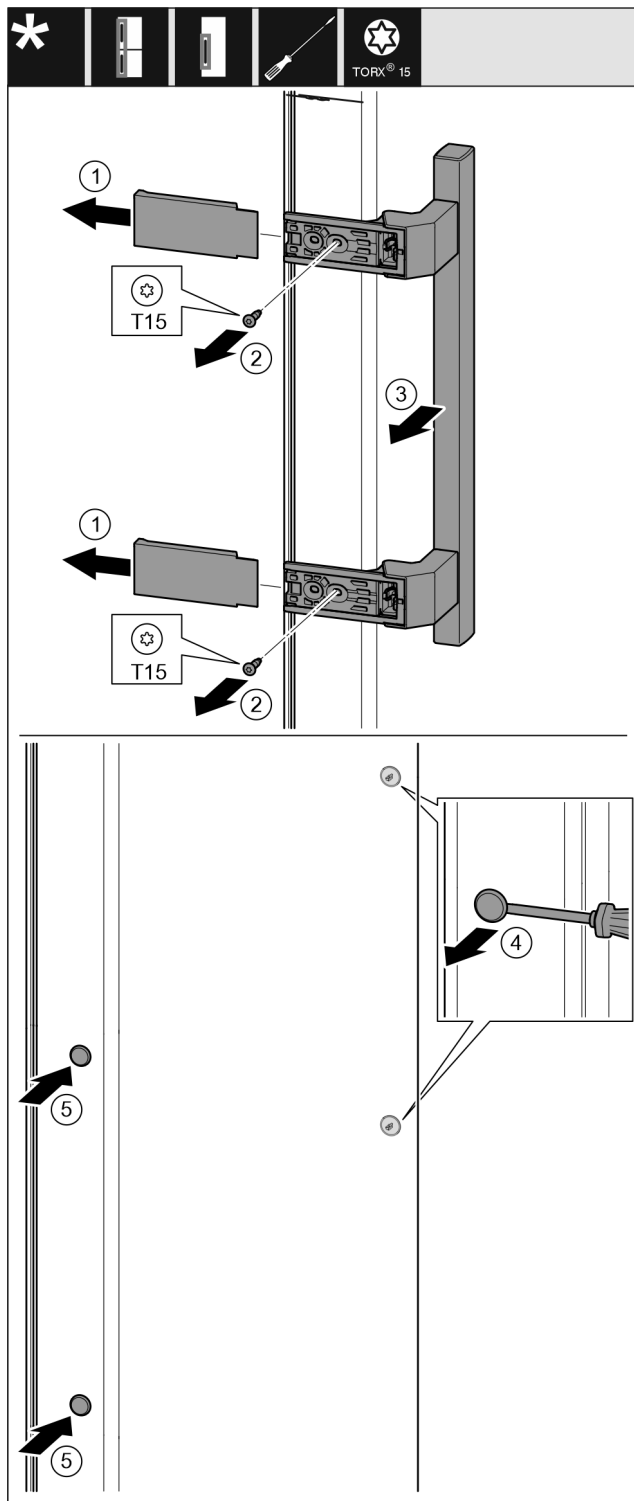

Fig. 13
- ▶ Снимите крышку. Fig. 13 (1)
- ▶ Выкрутите винты отверткой T15. Fig. 13 (2)
- ▶ Снимите ручку. Fig. 13 (3)
- ▶ Осторожно приподнимите шлицевой отверткой боковые заглушки и выньте их. Fig. 13 (4)
- ▶ Снова вставьте заглушки с другой стороны. Fig. 13 (5)